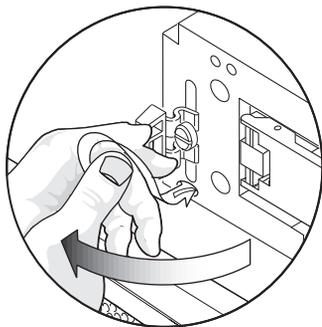

FIGURA 5-9 Spingere il gancio verso un lato in modo che la testa fuoriesca parzialmente
3. A questo punto, spingere il gancio verso un lato (vedere la FIGURA 5-9) in modo che la testa fuoriesca parzialmente dal foro del telaio.